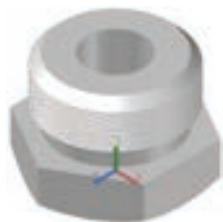

图 11-165 打开的压紧螺母图形
1) 打开文件：选择菜单栏中的“文件”→“打开”命令，打开随书光盘文件 X:\源文件\11\立体图\压紧螺母.DWG，如图 11-165 所示。